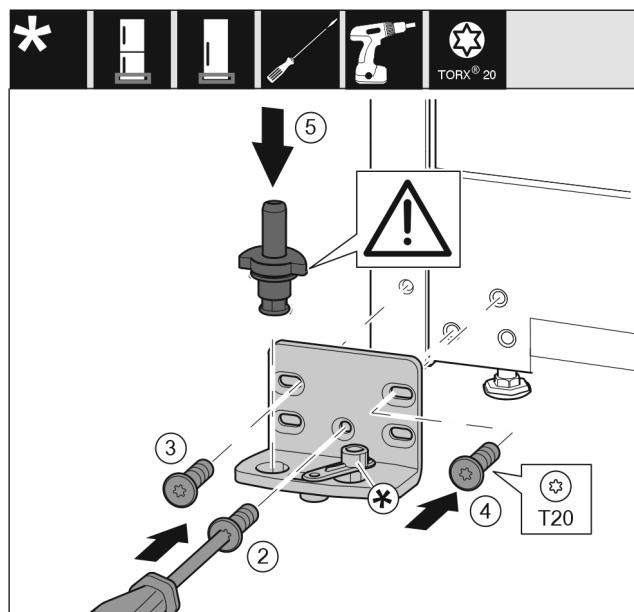

Fig. 16
- ▶ Установите опорный кронштейн с другой стороны и прикрутите с помощью отвертки T20. Начинайте с винта 2 снизу в центре. Fig. 16 (2)
- ▶ Затяните винты 3 и 4. Fig. 16 (3,4)
- ▶ Установите опорный палец в сборе. При этом следите за тем, чтобы выступ фиксатора был направлен назад. Fig. 16 (5)